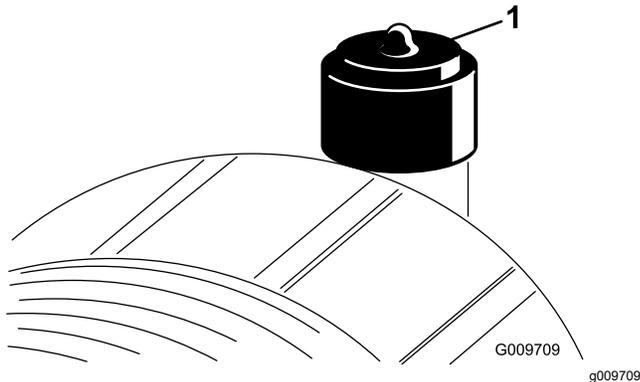

Figure 41
Faites l'entretien du filtre à air uniquement quand l'indicateur de colmatage (Figure 41) indique que cela est nécessaire. Ne remplacez pas le filtre à air plus fréquemment que nécessaire ; cela ne fait qu'accroître le risque de contamination du moteur par des impuretés quand le filtre est déposé.
2. Réarmez l'indicateur de colmatage (Figure 41) s'il est rouge.